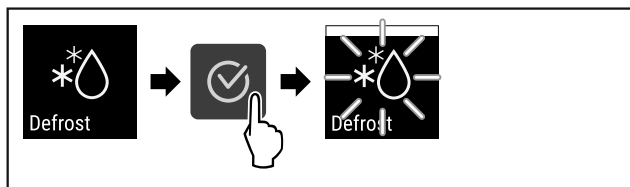

Fig. 85
- Stappen (zie Fig. 85) uitvoeren.